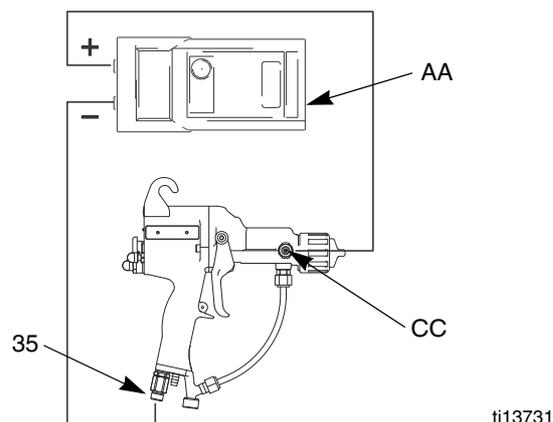

Fig. 9. Test de résistance du pistolet
Mesurez la résistance entre le pivot pneumatique (35) et la prise de la sonde de charge (CC) (consultez la FIG. 9) ; elle doit être comprise entre 70 et 95 mégohms. Si cette valeur se trouve en dehors de cette plage, vérifiez l'alimentation électrique et la résistance du canon. Si elle se situe dans cette plage, testez la résistance de la sonde de charge.
Mesurez la résistance entre le ressort métallique de la sonde de charge (DD) et l'extrémité de la sonde de charge (BB) (consultez la FIG. 9) ; elle doit être comprise entre 15 et 30 mégohms. Si elle se situe en dehors de cette plage, remplacez la sonde de charge. Si elle se situe dans cette plage, inspectez le ressort et le filetage du canon pour détecter de possibles causes de mauvaise continuité. Remontez la sonde de charge et testez de nouveau la résistance du pistolet.